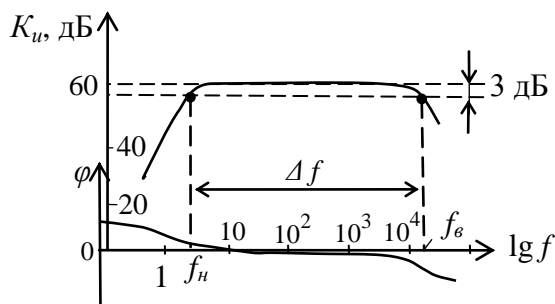

Рис. 3
3. Для рассчитанного по постоянному и переменному току в пп.1-2 каскада ОЭ, рассчитать емкости разделительных конденсаторов C_{p1} , C_{p2} и эмиттерного конденсатора $C_{э}$ по с учетом низкочастотных (НЧ) искажений. Коэффициент НЧ искажений $M_n=1.4$, нижняя частота полосы пропускания $f_n=15\text{Гц}$ (рис. 3)